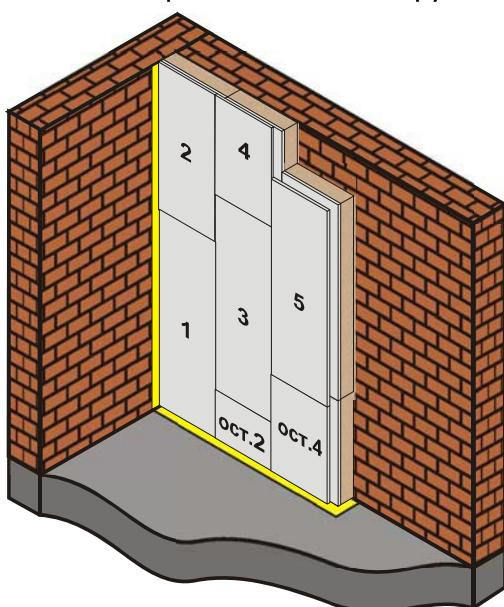

Рис.1 Схема монтажа сэндвич-панелей ЗИПС
6. Монтаж сэндвич-панелей ЗИПС рекомендуется вести слева направо, снизу вверх (см. рис. 1). У первой панели (№1) обрезаются два гребня – левый и нижний, у второй панели (№2) – только левый гребень.
12. Если стендовая панель полностью помещается на защищаемой поверхности (панели № 1, 3, 5... на рис.1) – монтаж сэндвич-панелей производится только на шести узлах крепления (при этом центральные узлы крепления не используются). Если согласно размерам защищаемой поверхности стендовая панель подлежит обрезке (панели № 2, 4, ... на рис.1) – используются все доступные узлы крепления.